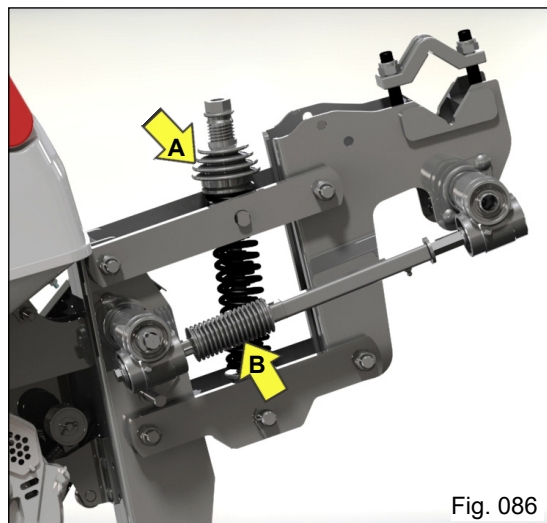

Fig. 086
- Lubrificar com óleo hidráulico com grafite (Fig. 086).
Possui conjunto de haste com três molas, regulador com munhão para a regulagem da pressão dos carrinhos sobre o solo e pino top para regulagens da posição do carrinho (Fig. 086).
A regulagem da pressão das unidades semeadoras sobre o solo, é efetuada pela pressão do regulador (munhão) "A" (Fig. 086). Pressionando para baixo dará mais pressão às molas.
Os cardans telescópicos possuem coifas para a proteção contra impurezas no trabalho "B" (Fig. 086). Devem ser mantidos lubrificados diariamente devido ao esforço constante de acionamento.